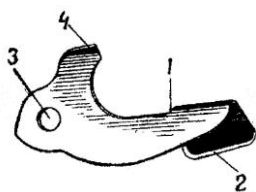

Рис. 38. Затворная задержка:
28. Затворная задержка (рис. 38) удерживает затвор в заднем положении по израсходовании всех патронов из магазина. Она имеет: в передней части - выступ для удержания затвора в заднем положении; кнопку с насечкой для освобождения затвора нажатием руки; в задней части - отверстие для соединения с левой цапфой шептала; в верхней части - отражатель для отражения наружу гильз (патронов) через окно в затворе.